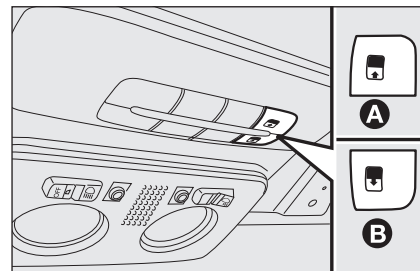

fig. 77
Para cerrarla, realice el procedimiento inverso. El techo practicable sólo funciona con la llave de contacto en la posición **MAR**. Los mandos **A** y **B** fig. 77 situados en el salpicadero correspondiente cerca de las luces interiores delanteras controlan las funciones de apertura/cierre del techo practicable.
Pulse el botón **B**-fig. 77 y manténgalo pulsado, el panel de vidrio delantero pasará a posición “spoiler”; pulse de nuevo el botón **B** y, actuando en el mando durante más de medio segundo, comienza a moverse el cristal del techo y continúa automáticamente hasta alcanzar una posición intermedia (posición “Comfort”).
Desde la posición de apertura completa, pulse el botón **A**-fig. 77 y, si se actúa en el botón durante más de medio segundo, el cristal delantero del techo pasará automáticamente a posición intermedia (posición “Comfort”).
- ☐ pulse el botón **A-fig. 77** hasta que se cierre completamente el techo. Suelte el botón;